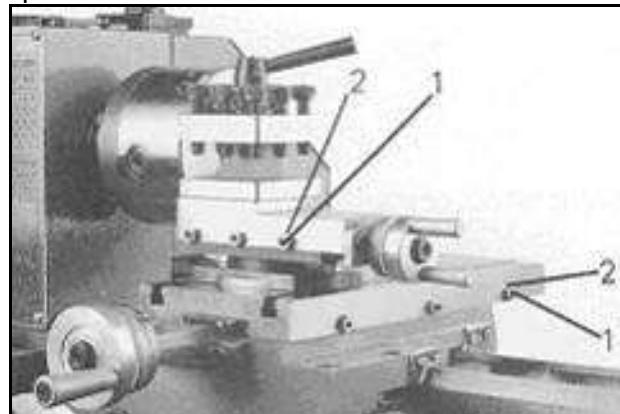

Рис.28
Оба суппорта оборудованы регулировочными планками и могут быть установлены посредством винтов (1, Рис.28) и контргаек (2) без зазора.